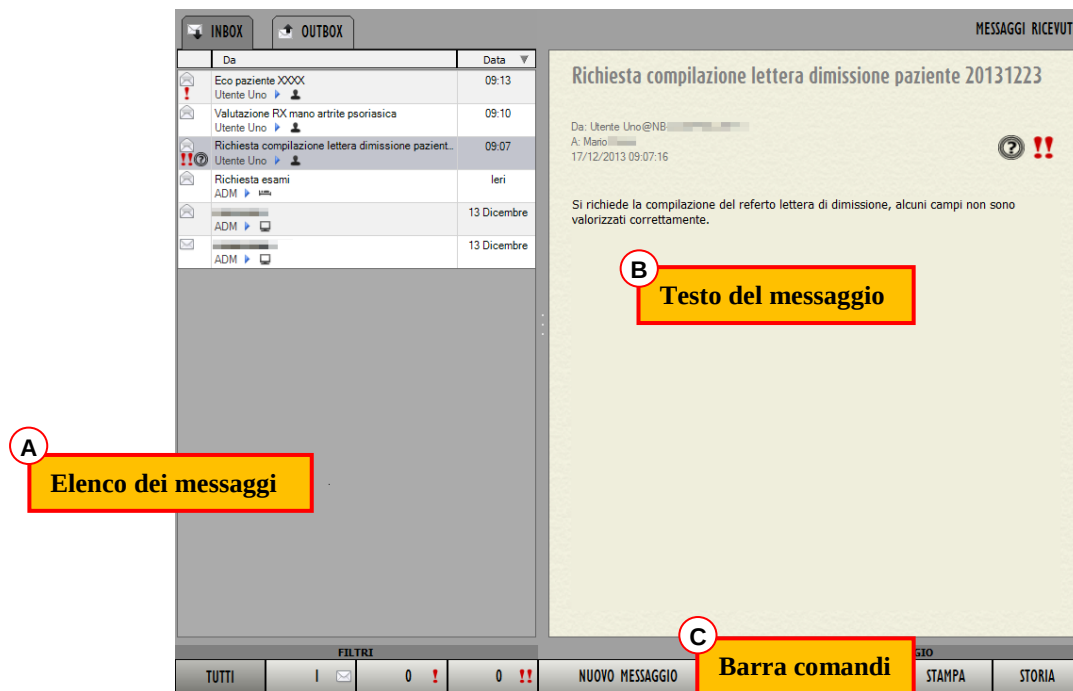

Fig 58
- 1) La colonna sulla sinistra contiene l'elenco di messaggi (ricevuti o inviati a seconda che sia selezionato l'Inbox o l'Outbox - Fig 58 **A**).
- 2) L'area sulla destra contiene il testo e tutti i dettagli del messaggio selezionato sulla sinistra (Fig 58 **B**).
- 3) La barra comandi in basso è formata da pulsanti aventi diverse funzioni (Fig 58 **C**).